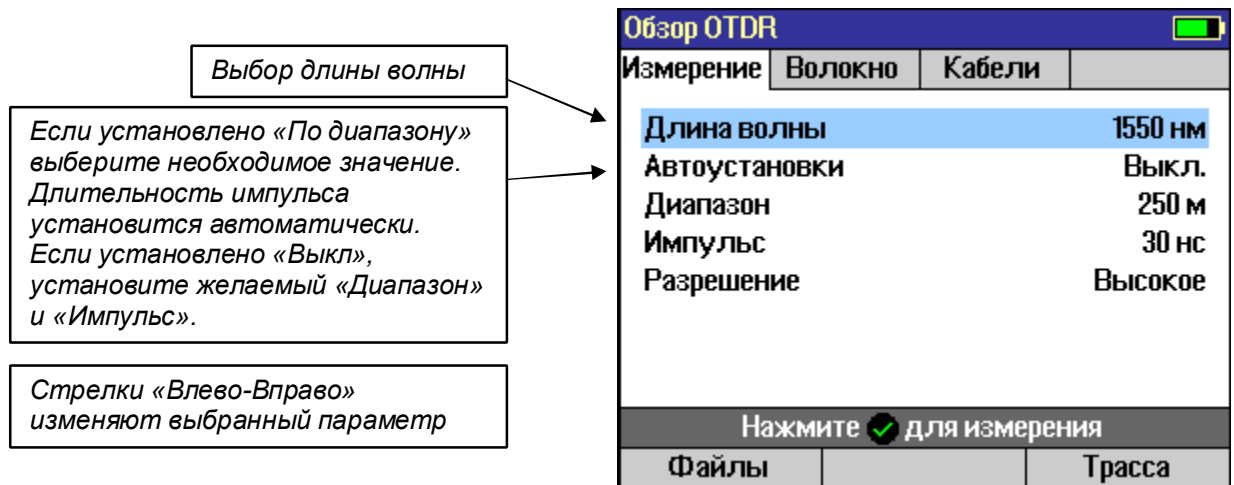

Рис.4
9.2.4. Режим «Обзор OTDR» предназначен для непрерывного сканирования трассы и отображения результатов измерений в реальном времени. **ВНИМАНИЕ!** В режиме «Обзор OTDR» трасса измеряется только на одной длине волны, выбранной оператором, рис. 4.